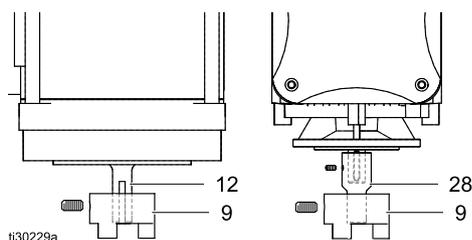

Figure 4 Муфта на валу электродвигателя
10. Для электродвигателей UL: Установите муфту (9) заподлицо с нижним концом вала электродвигателя. См. рис. 4, слева. Надежно затяните установочный винт, имеющийся в муфте.
Для электродвигателей АТЕХ: Установите муфту (9) заподлицо с нижним концом переходника (28). См. рис. 4, справа.